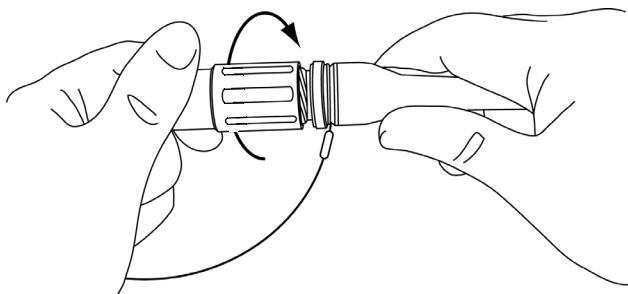

Figura 12: Fixação da tampa para imersão na ficha do cabo
- Rode a tampa na direcção da ficha (ver Figura 12).